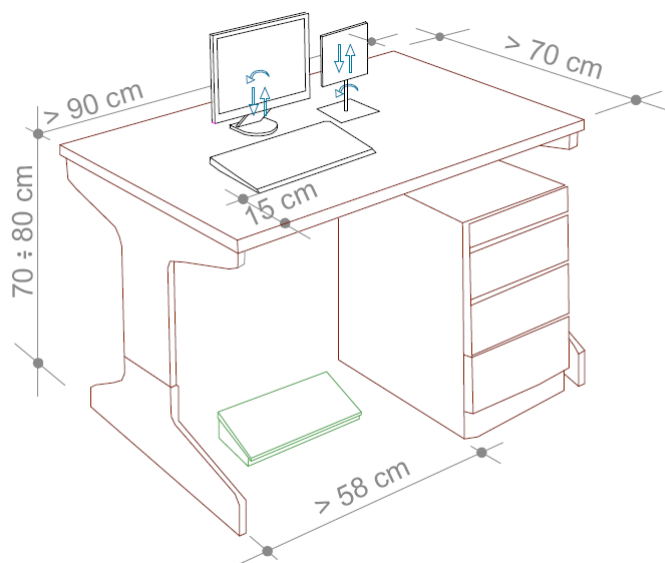

Figura 2 – TAVOLO DI LAVORO
- disporre la tastiera in modo da lasciare tra la stessa e il bordo anteriore del tavolo uno spazio sufficiente per appoggiare gli avambracci durante la digitazione (almeno 15 cm, vedi figura 2);